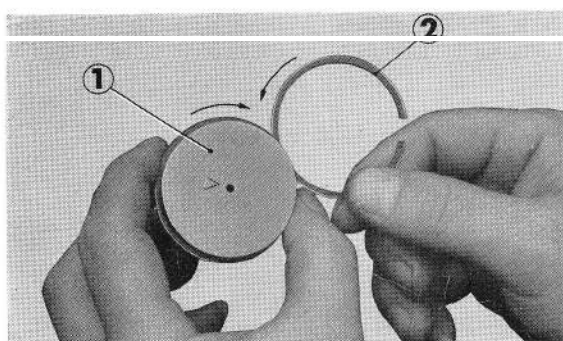

Figure 2-31 : ① piston ② segment
- Avant de mettre en place de nouveaux segments, les faire rouler dans leurs gorges respectives pour vérifier l'ajustage (figure 2-31).